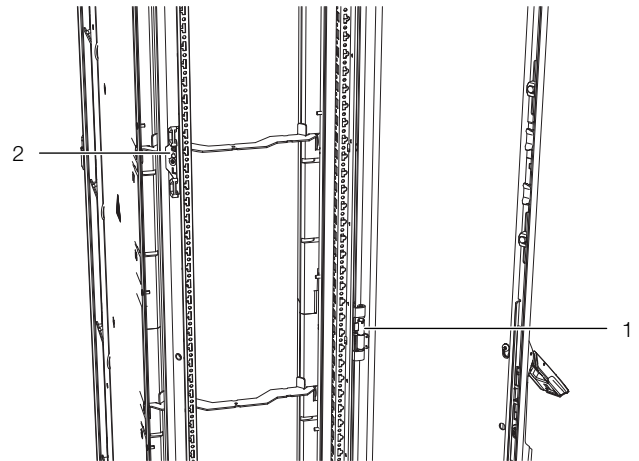

Imagen 35: Elementos de fijación en el Liquid Cooling Package – Vista posterior
- Desmontar los alojamientos de los pernos de bisagra (imagen 35, pos. 1), así como las piezas de cierre correspondientes (imagen 35, pos. 2) del LCP Inline y volver a montarlos de la misma forma a la parte posterior del adaptador.